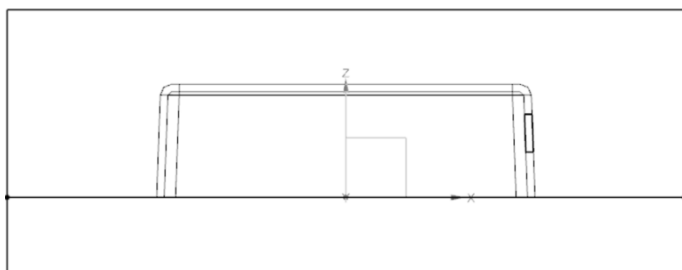

图 9-9 绘制一条直线
(14) 单击“确定”按钮，选取实体里面的曲面。此时，零件侧面的孔被封闭。
(15) 采用相同的方法，选取另一个实体的曲面。
(16) 单击“拉伸”按钮，以 ZOX 面为草绘平面， X 轴为水平参考，绘制一条直线，如图 9-9 所示。